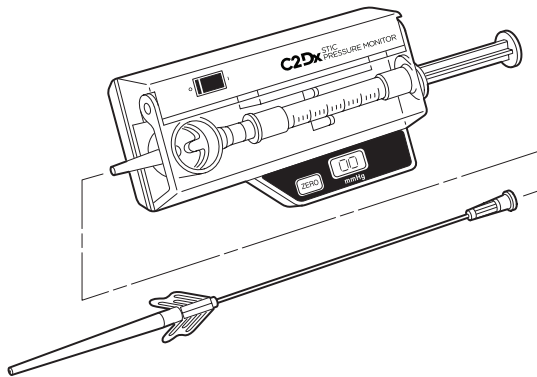

Figura 4
3. Acople el catéter perforado al saliente cónico de la cámara. Asegúrese de que la conexión esté bien apretada. Consulte la figura 4.